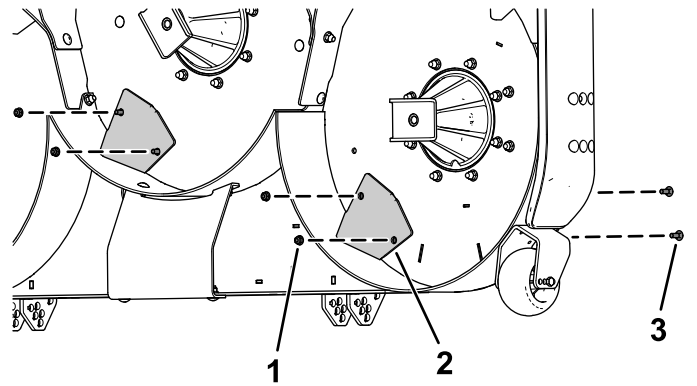

Bild 5
2. Befestigen Sie die beiden Ablenkbleche mit vier Schlosssschrauben (5/16" x 7/8") und vier Bundmuttern (5/16") am Mähwerk, wie in Bild 5 dargestellt.